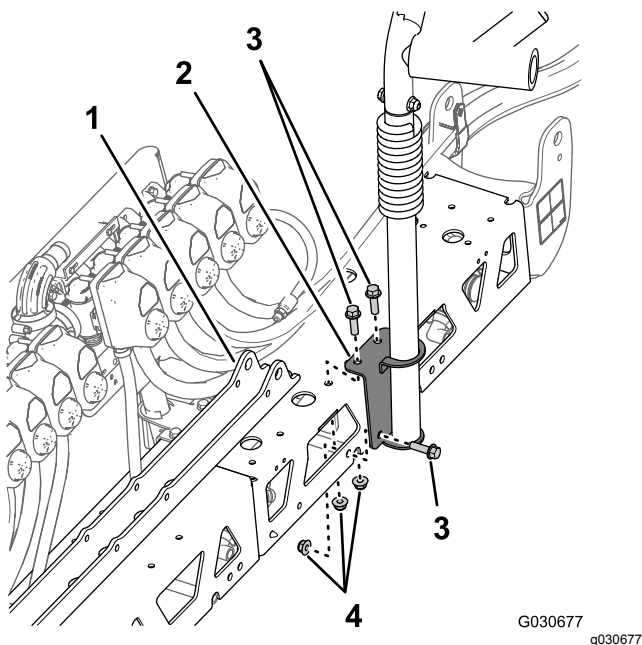

Bild 122
1. Fluchten Sie die Löcher in der Befestigungshalterung der rechten Auslegerwiege, die Sie in Schritt 3 in Entfernen der Auslegerwiege \(Seite 39\) entfernt haben, mit den Löchern an der Ober- und Rückseite (rechts von der Zylinderbefestigung) des neuen mittleren Auslegerabschnitts aus (Bild 122).